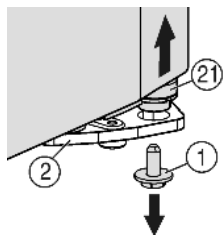
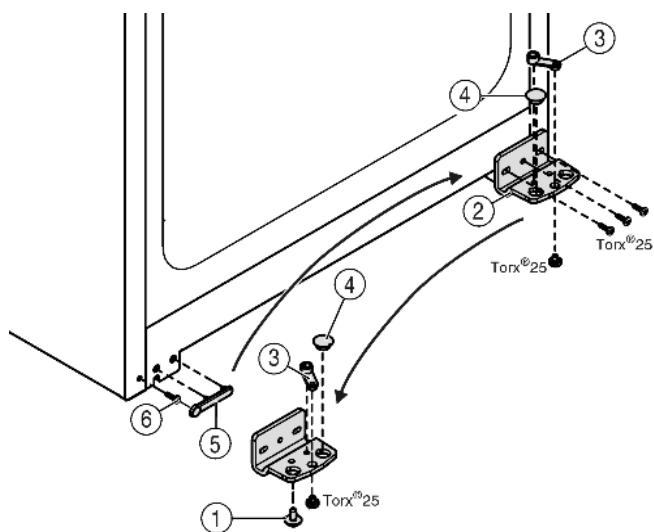

Fig. 4
Fig. 5
- ▶ Внизу справа на опорном кронштейне выкрутите фиксирующий винт Fig. 4 (1).
- ▶ Опорный палец Fig. 4 (21) можно извлечь из опорного кронштейна Fig. 5 (2).
- ▶ Если не удастся извлечь опорный палец Fig. 4 (21), нажмите на него снизу.
- ▶ Открутите опорный кронштейн Fig. 5 (2).
- ▶ Открутите опорную деталь Fig. 5 (3) и, переставив в отверстие на противоположной стороне опорного кронштейна, снова прикрутите.
- ▶ Извлеките заглушку Fig. 5 (4) из опорного кронштейна и переставьте ее в отверстие на противоположной стороне опорного кронштейна.
- ▶ Осторожно снимите крышку со стороны ручки Fig. 5 (5).
- ▶ Выкрутите болт Fig. 5 (6) и вкрутите на противоположной стороне.
- ▶ Снова установите крышку Fig. 5 (5).
- ▶ Снова прикрутите опорный кронштейн Fig. 5 (2) на новой стороне шарнира (с моментом 4 Нм). При необходимости используйте аккумуляторный шурупверт.
- ▶ Вкрутите фиксирующий винт *Fig. 4 (1)* внизу в опорный палец и затяните (с моментом 4 Нм).